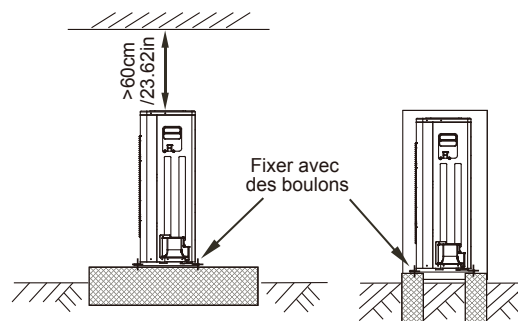

Fig.5.15
- Fixez fermement les pieds de cet appareil avec des boulons pour l'empêcher de s'effondrer en cas de tremblement de terre ou de vent fort. (Voir **Fig.5-15**)